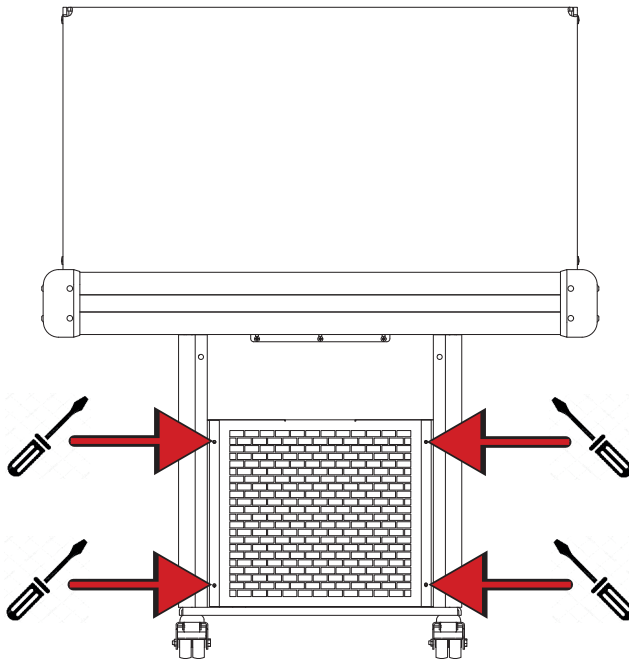

Fig.15
- utilizzando un cacciavite, svitare le 4 viti poste sul lato anteriore dell'espositore (Fig.15) e togliere il pannello in lamiera ;